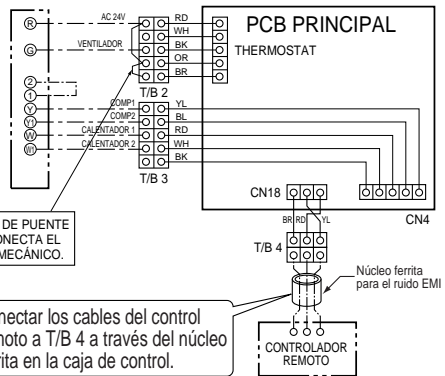

Figura 5C
■ Sólo en modelo con frío - 2 comp, 2 calentadores (Figura 5C)